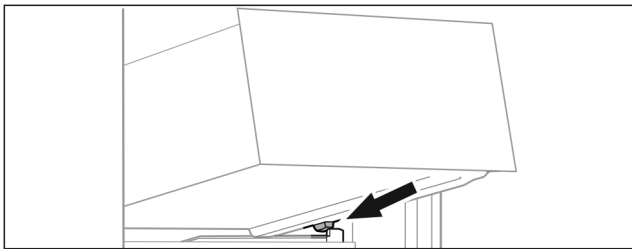

Fig. 85
- ▶ Placer le tiroir, en l'inclinant, derrière les butées sur la nervure de récipient. (voir *Fig. 85*)